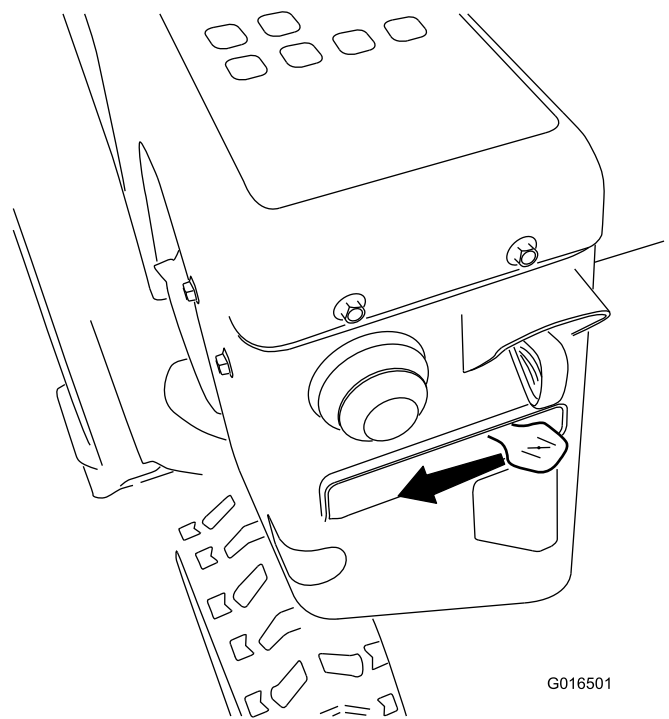

Рисунок 27
5. Переведите воздушную заслонку в положение ЗАСЛОНКА (Рисунок 27).